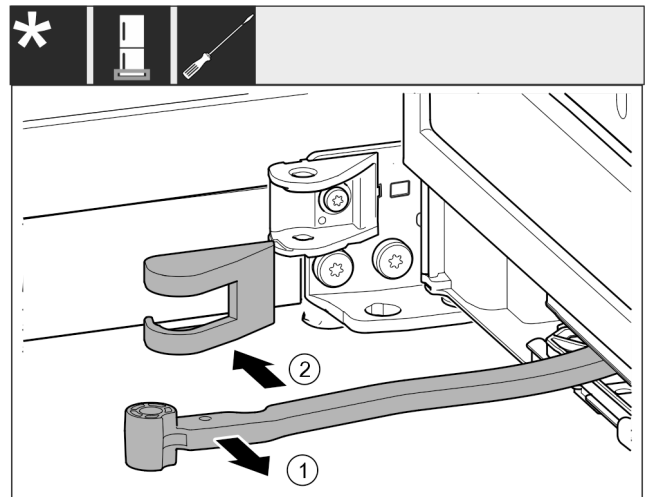

Fig. 19
- ▶ 将铰链 Fig. 19 (1)转向门的方向。
- ▶ 移除托架盖 Fig. 19 (2)。